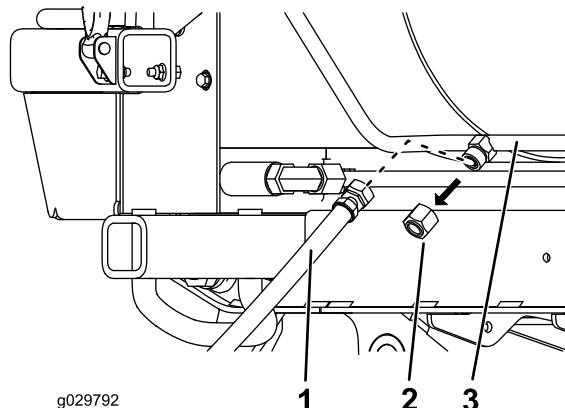

Figure 15
A. Retirez le bouchon de la partie rigide du flexible de retour du refroidisseur d'huile (Figure 15).
- B. Vissez le flexible court sur la partie rigide (Figure 15).